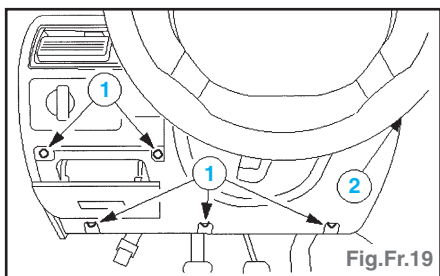

Fig.Fr.19
- Déposer le panneau inférieur de planche de bord (Fig.Fr.19) :
- déposer les vis de fixation (1),
- libérer le clip de fixation (2).